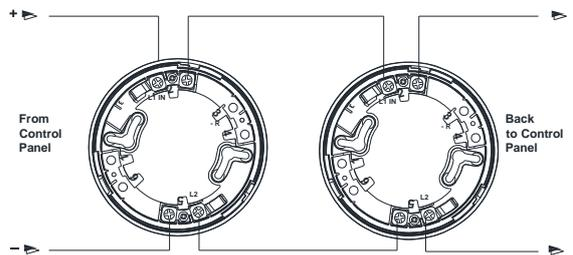

Рис. 1 – схема подключения без удаленного индикатора
- а. Рис. 1 – без использования удаленного индикатора